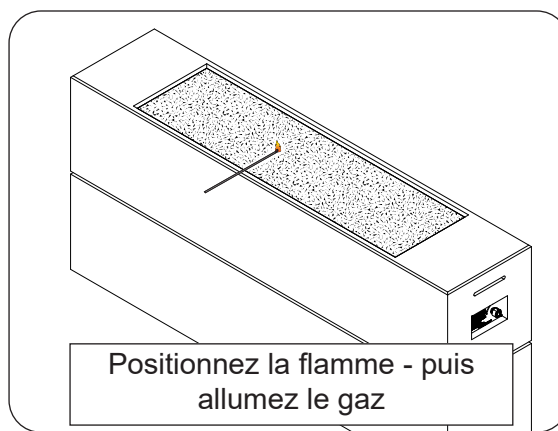

Fig. 38-1
- 3. Allumez une allumette à longue tige ou un briquet au butane à long col et placez la flamme contre la surface du support décoratif près du brûleur (Fig. 38-1).